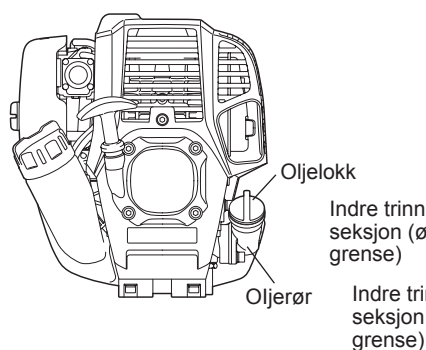
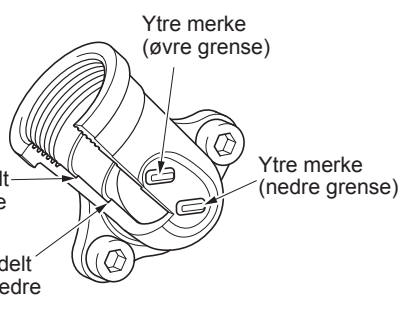

Fig. 1
Fig. 2 Oljerør
- Hold maskinen vannrett, fjern oljelokket (Fig. 1) og kontroller hvorvidt det er olje i området mellom det øvre og nedre grensemerket på oljerøret (Fig. 2).